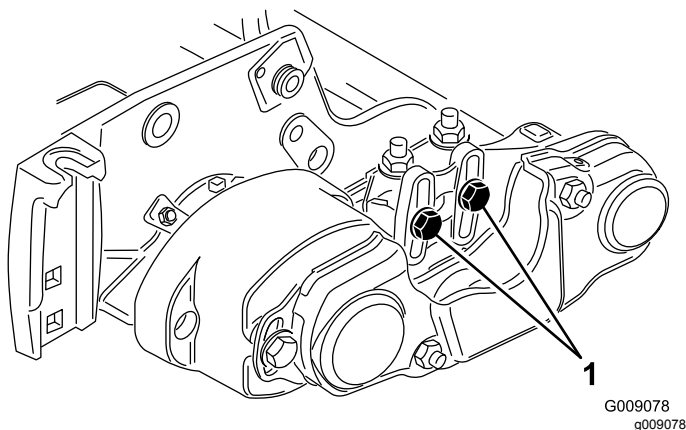
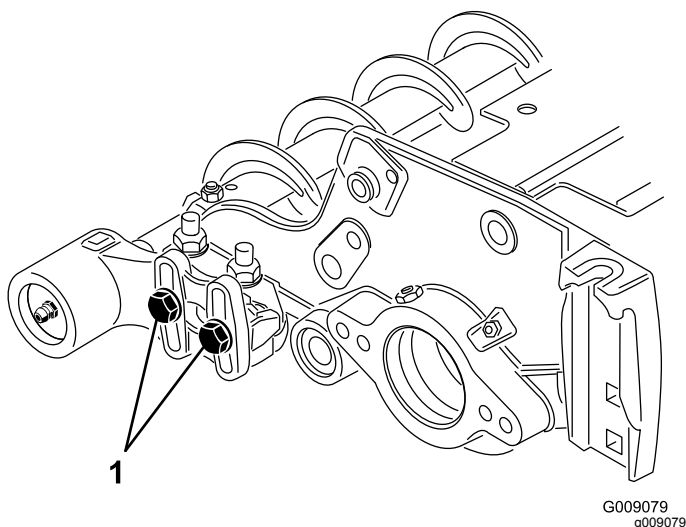

Figura 12
Figura 13
15. Desaperte os dois parafusos que fixam a caixa de rolamentos da escova do rolo ao suporte de montagem do mesmo (**Figura 12 e Figura 13**).